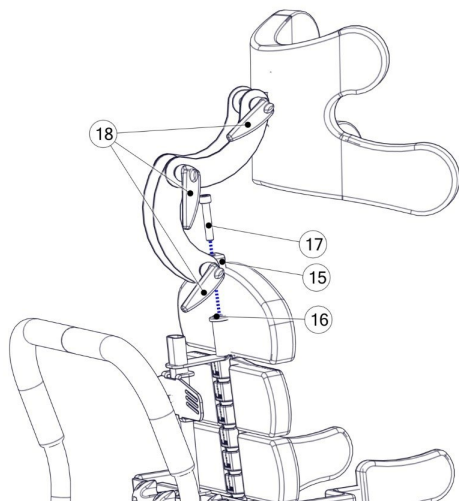

рис. 16
- Затянуть верхний регулировочный винт 17. (рис. 16)
- Затянуть рукоятки 18. (рис. 16)